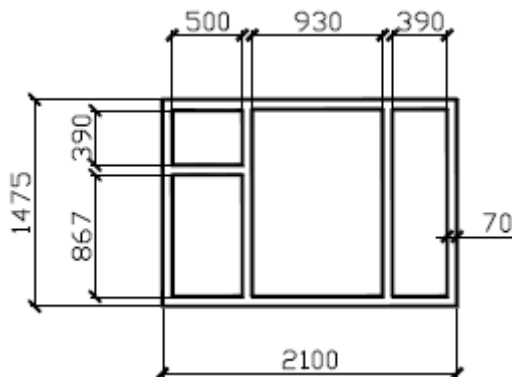

Рис. 12. Блок *ОКНО1*
2. Создать блок *ОКНО1* (рис. 12).